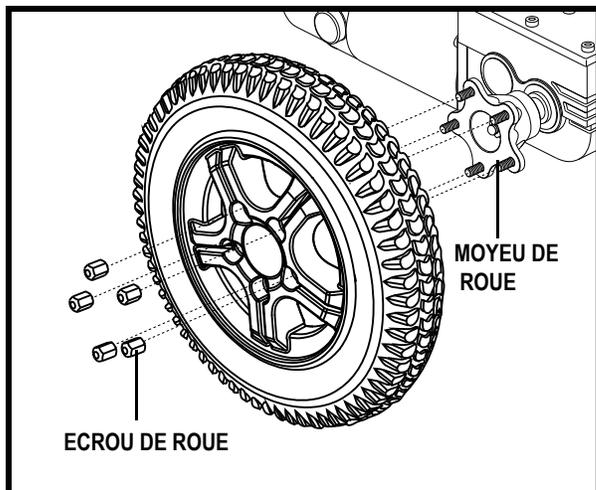

Figure 26. Enlèvement de la roue motrice
4. Retirez les cinq écrous de roue (5) du moyeu. **Voir la figure 26.**